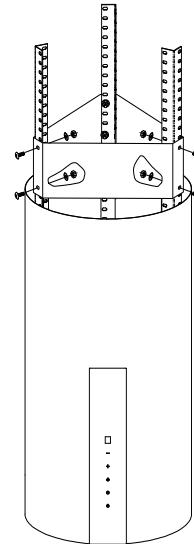

Рис. 6
7. Смонтируйте усилитель уголков на три установленных уголка. Используйте 6 шт. винтов M4X10, гайки M4 и шайбы для крепления. См. рис. 6.